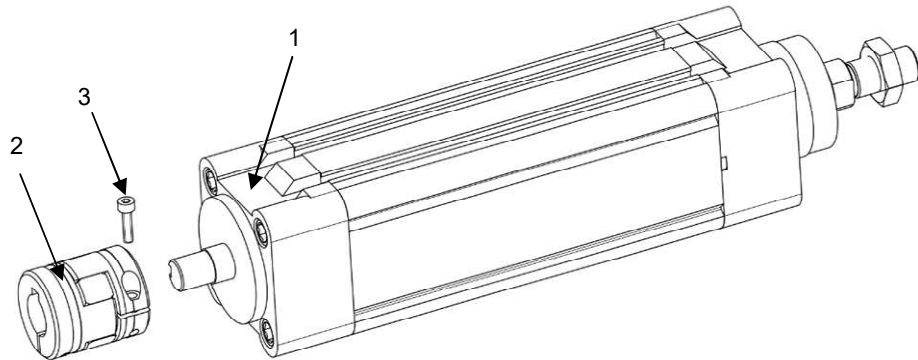

Рисунок 3 – Установка муфты на модуль.
1) установить муфту (поз.2) на задней стороне модуля (поз.1) (см. рисунок 3). Затянуть винт (поз.3) с моментом затяжки, указанным в п. 2.4.7.